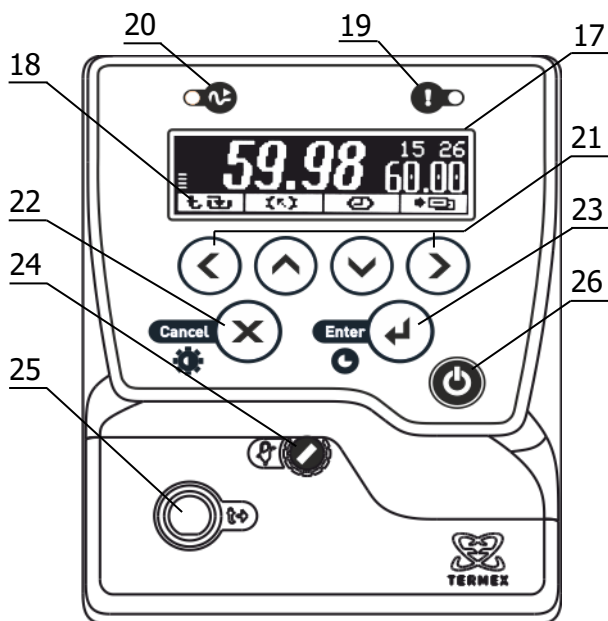

Рисунок 2 – Лицевая панель
Система безопасности блоков регулирования отключает двигатель насоса и нагреватель при срабатывании хотя бы одной из защит или неисправности датчика температуры (1.2.13). При срабатывании системы безопасности раздается звуковой сигнал, загорается индикатор 19 (рисунок 2) и на дисплей 17 выводится информация о причине неисправности.
2.3.1 После подключения сетевого кабеля к электрической сети блок регулирования переходит в режим ожидания. Подключение сопровождается кратковременной подсветкой дисплея 17 (рисунок 2).
2.3.6 Для регулировки яркости подсветки или контраста дисплея нажать кнопку 22 (X), выбрать изменяемый параметр кнопками (▲) и (▼) и установить его значение кнопками (◀) и (▶). Зафиксировать изменение нажатием кнопки 23 (↔) (рисунок 2).
2.7.6 Для выбора уставки в качестве текущей кнопками ( ▲ ) и ( ▼ ) подвести к ней указатель. Значение отмеченной указателем уставки дублируется крупными цифрами в правой части дисплея. Для подтверждения выбора отмеченной уставки нажать кнопку 23 ( ◀ ). Для отмены выбора нажать кнопку 22 ( ✕ ) (рисунок 2).
2.7.7 Для изменения численного значения отмеченной указателем уставки нажать кнопку ( ▶ ). На рамке, обрамляющей значение уставки в правой части дисплея, появятся “засечки”, указывающие на изменяемую позицию в численном значении. Цифра в отмеченной позиции мигает. Нажатиями кнопок ( ▲ ) и ( ▼ ) установить требуемую цифру в отмеченной позиции. Если удерживать кнопку нажатой, значение уставки будет изменяться непрерывно. Нажатиями кнопок ( ◀ ) и ( ▶ ) переместить отметку изменяемой позиции. Дискретность изменения значения уставки зависит от положения изменяемой позиции: если отмечена позиция десятков, то при единичном нажатии кнопки ( ▲ ) или ( ▼ ) значение уставки изменится на 10 °С. Если отмечена позиция десятых долей, то значение уставки изменится на 0.1 °С соответственно. Закончить ввод нового значения уставки нажатием кнопки 23 ( ◀ ). Для возврата к значению уставки до ее изменения нажать кнопку 22 ( ✕ ) (рисунок 2).
2.8.3 При срабатывании защиты раздается звуковой сигнал и загорается красный индикатор срабатывания системы безопасности 19 (рисунок 2). Работа насоса и нагревателя будет блокирована. На дисплее отобразится текущее состояние системы защит.